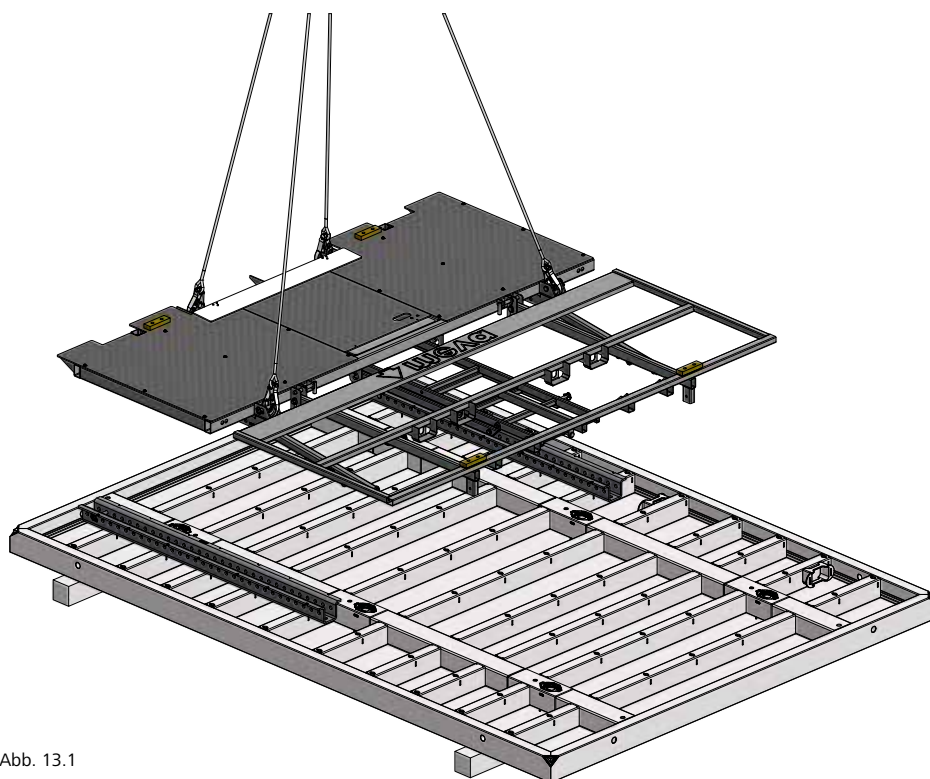
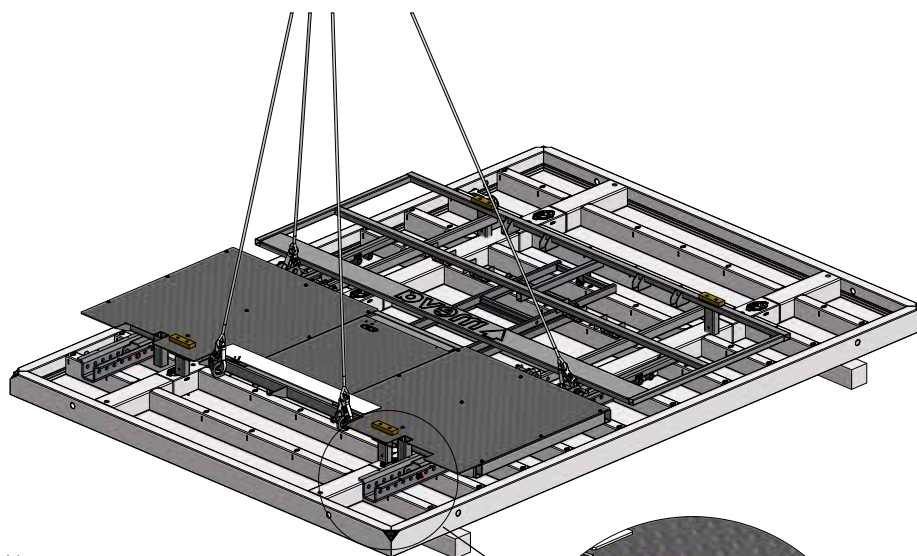

Abb. 13.1
Abb. 13.2
6. MIS Bühne auf den Anlenkungen ablegen (Abb. 13.1) und an den oberen beiden Befestigungspunkten (Vorderkante der Plattform) mit den integrierten Kopfbolzen 16/90 an der vorgesehenen Position abstecken (Abb. 13.2). Zur korrekten Position siehe Seite MIS-11 Tab. 11.6.